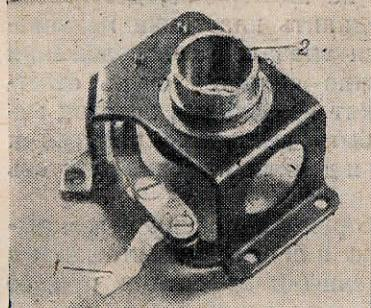

Рис. 114. Каркас синхроустройства
**Синхроустройство.** Вся установка синхроустройства в аппарате смонтирована на металлическом каркасе (рис. 114). Замы-
замыкает контакт, расположенный на каркасе. Опережение вспышки устанавливается вращением кольца, расположенного под шкалой скоростей, которое непосредственно соединяется с шейкой 2 на каркасе (рис. 114) и закрепляется стопорным винтом в кольце.